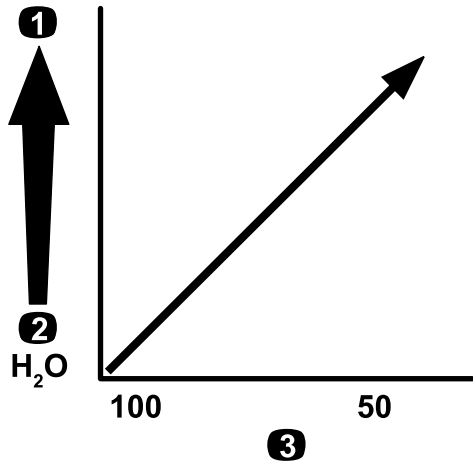

Figure 94
**Important:** Si vous pulvérisez des produits chimiques de viscosité plus élevée (plus épais) ou des solutions avec poudres mouillables, vous devrez peut-être utiliser un maillage plus grossier pour le filtre de buse en option ; voir Figure 94.